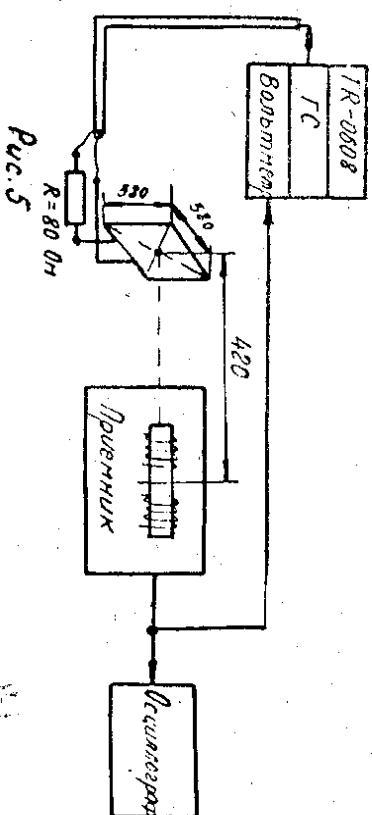

Рис. 5
6.2.4. Диапазон принимаемых частот проверяется в крайних точках каждого диапазона частот и определяется следующим образом. Аттенюатором генератора АМ TR-0608 устанавливать входное напряжение, равное: для диапазона ДВ — 2,5 мВ; для диапазона СВ — 2 мВ. Подключить вольтметр радиотестера к зажимам громкоговорителя. Указатель частоты настройки (стрелку) приемника поочередно устанавливают в крайние положения проверяемого диапазона. На вход приемника от генератора АМ радиотестера TR-0608 с разъема через рамочную антенну (рис. 5) подается напряжение